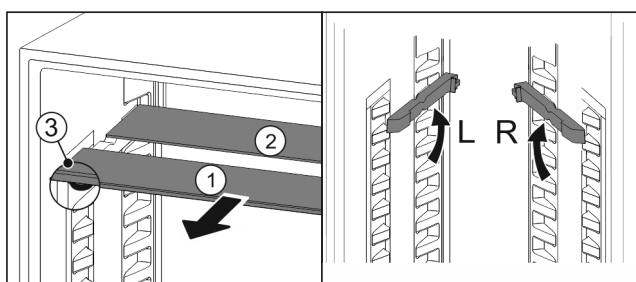

Fig. 111
- Sortir les tablettes par l'avant Fig. 111 (1).
- ▷ La tablette en verre Fig. 111 (1) avec bordure décorative est située à l'avant.
- ▷ Les butées Fig. 111 (3) sont orientées vers le bas.